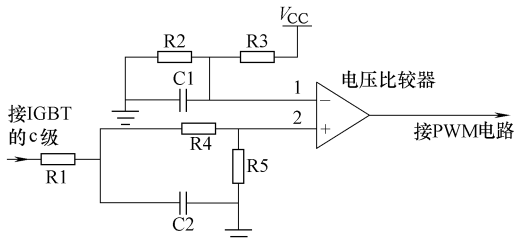

图 1-17 高压保护电路
电磁炉高压保护电路的作用是保护 IGBT 的 c 极电压不超过它的耐压值，防止 IGBT 过电压损坏。如图 1-17 所示，该电路主要由电压比较器、外围电阻、外围电容构成，具体工作过程如下：来自 IGBT 的 c 极电压经电阻 R1 限流，C2 滤波，R4、R5 分压后输入到电压比较器的正向输入端子（②引脚），电压比较器①引脚外接的 R2、R3、C1 为参考电压形成电路，电路首先检测 IGBT 的 c 极电压，将该电压与其外接的一个参考电压进行比较。当检